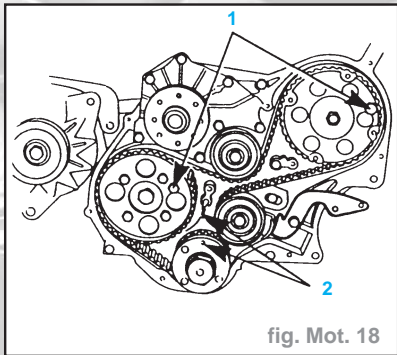

fig. Mot. 18
- Le calage de la distribution est correct si les vis (1) peuvent s'adapter à travers les trous des roues d'arbre à cames et si les repères de la poulie de pompe à injection et du vilebrequin (2) sont alignés (fig. Mot. 18).